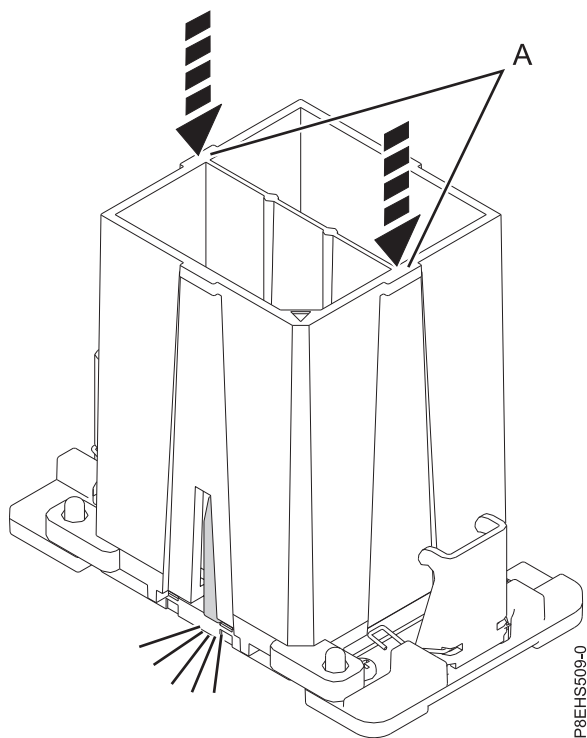

Figure 73. Fixation du module processeur système dans l'outil
- c. L'outil de retrait (A) étant posé sur la partie supérieure du module processeur système, appuyez sur l'outil pour engager le module processeur système dedans, comme illustré dans la figure 73, à la page 76. Assurez-vous que les deux pinces de l'outil sont fixées sur le module processeur système. N'appuyez pas sur les pattes de déverrouillage de couleur bleue, des instructions ultérieures vous inviteront à le faire.